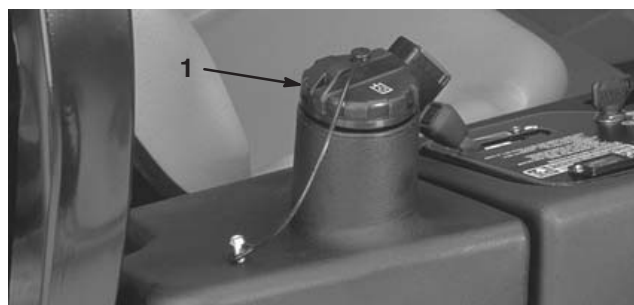

Figure 20
2. Nettoyez la surface autour du goulot et du bouchon de remplissage du réservoir hydraulique (Fig. 20). Retirez le bouchon.